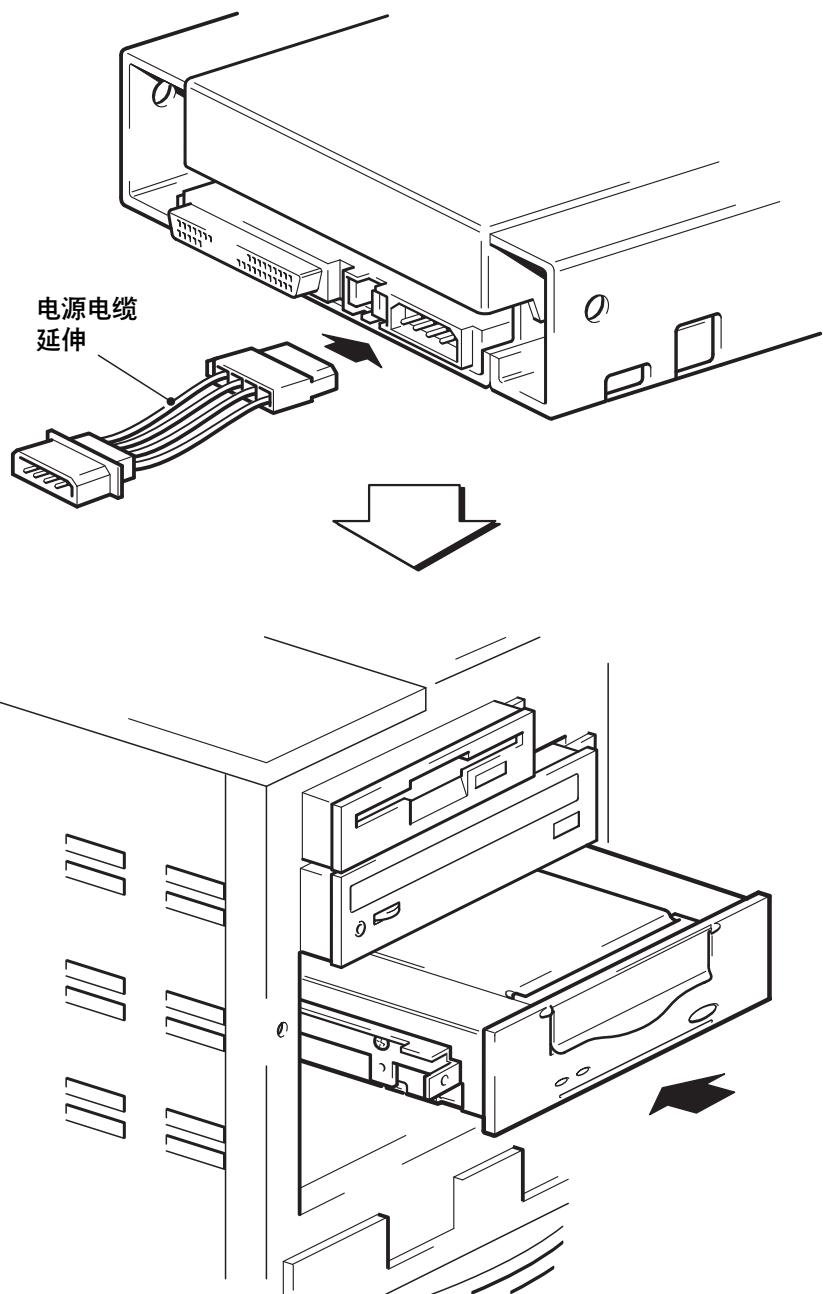

图 7：安装磁带机
- 1 将电源延伸电缆连接到磁带机后部的电源接口，如图 7 所示。
- 2 将磁带机滑入打开的托盘，如图 7 所示，使托盘或导轨和托架中的槽对齐。